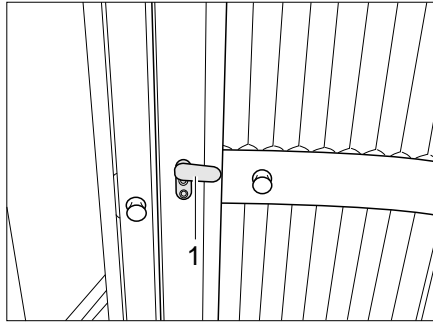

Bild 348 Vario-Toilette, Toiletten-Eingangstür
- Den Riegel (Bild 348,1) an der Toiletten-Eingangstür senkrecht stellen und das Innenteil der Toiletten-Eingangstür ausklappen.
- Das Innenteil zur Toiletten-Eingangstür drehen und zum Schließen den Riegel (Bild 348,1) waagrecht stellen.